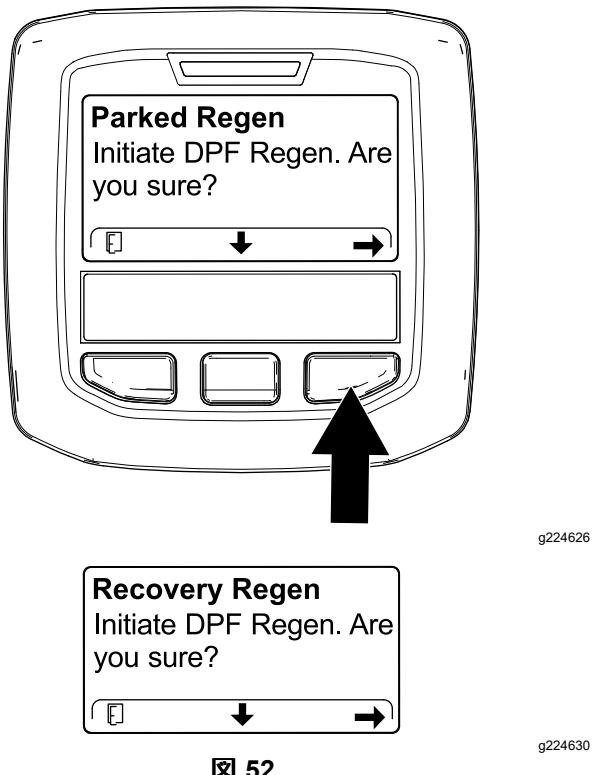

図 51
4. 再生開始 INITIATE DPF REGEN 画面で、右ボタンを長押して続行する図 51。